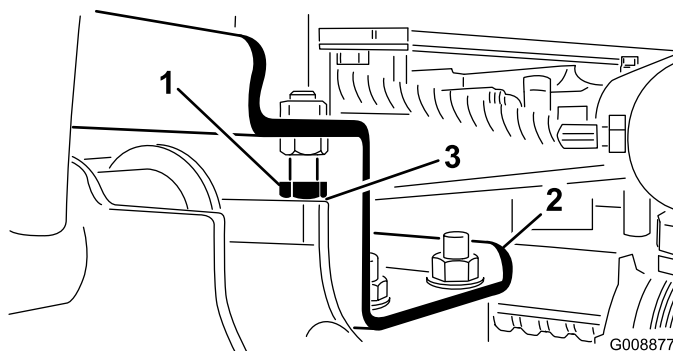

Bild 26
- A. Drehen Sie die Anschlagsschrauben heraus und stellen den Zylinder so ein, dass der Abstand erzielt wird (Bild 26).
- 2. Prüfen Sie, ob der Abstand zwischen jedem Hubarm und der Anschlagsschraube zwischen 0,13 und 1,02 mm liegt (Bild 26).